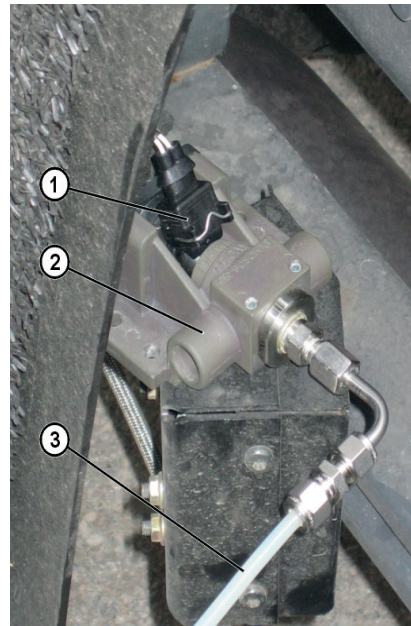

Fig. 7: Controllo della portata della pompa_1
5. Staccare il collegamento a spina elettrico (Fig. 7, Pos. 1) dal modulo di dosaggio specifico del veicolo e collegarlo al modulo di dosaggio di prova (Fig. 7, Pos. 2).
6. Collegare la tubazione pressione di prova (Fig. 7, Pos. 3) al modulo di dosaggio di prova.